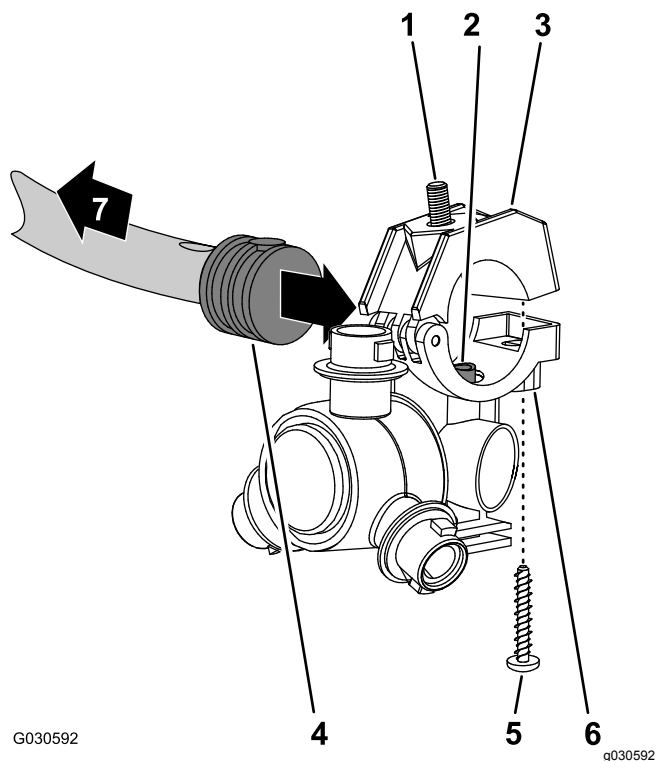

Рисунок 77
1. Возьмите распылительное сопло, снятое при выполнении пункта 12 Демонтаж шлангов распылительных сопел в системе с тремя секциями (страница 34), и совместите трубу для перекачивания в опоре сопла (Рисунок 77) с отверстием в боковой части хвостовика одностороннего шлангового штуцера типа «елочка» (1/2 дюйма).
- Установите верхнюю половину зажима поверх хвостовика штуцера типа «елочка» и закрепите половину зажима и корпус распылительного сопла (Рисунок 77) с помощью винта из нержавеющей стали (12 x 1-1/4 дюйма); затяните винт из нержавеющей стали с моментом от 226 до 282 Н·м.